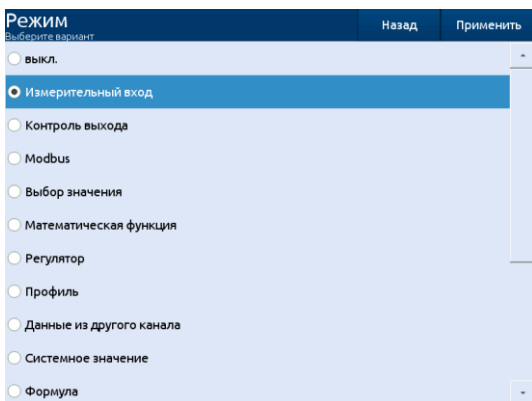

Рисунок 2.22
- редактор выбора одного варианта из списка (см. рисунок 2.22);